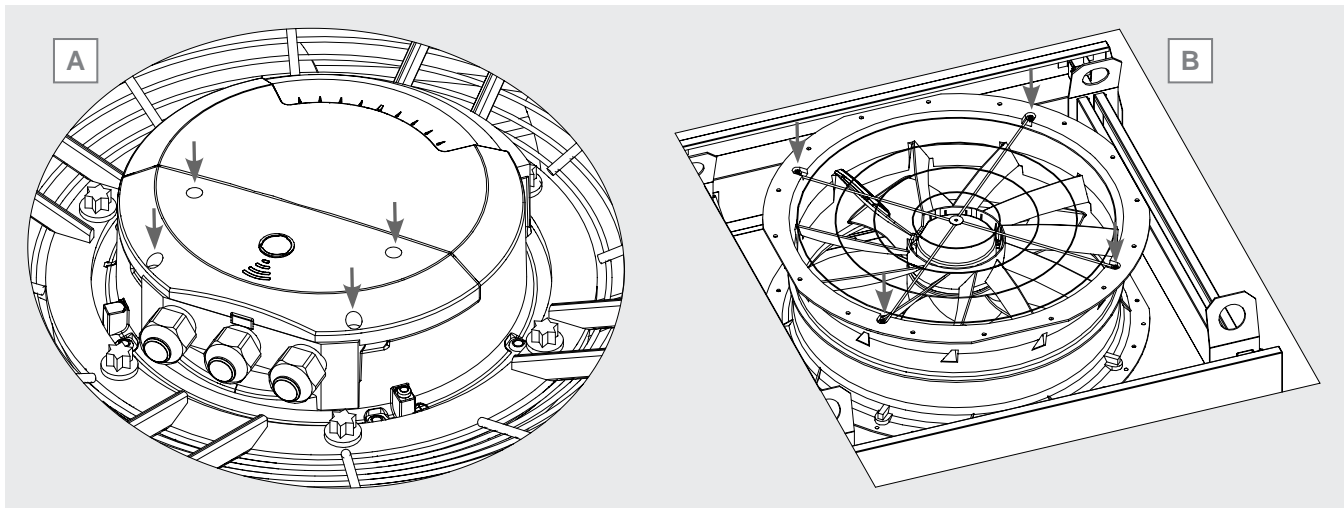

Figure 36
- Motoventilateur à fixation radiale et plane : le boîte est normalement accessible. Dévisser les vis de fixation du couvercle et le retirer. Conservez le couvercle dans un endroit approprié. La forme, les dimensions et les points de fixation du couvercle varient en fonction de la marque et du modèle de ventilateur : à titre d'exemple, voir la Figure 36 A.
- Motoventilateur avec buse intégrée : Dévissez les vis qui fixent la grille du moteur à la buse. Voir Figure 36 B. Retirez la grille et rangez-la dans un endroit approprié. Localisez le boîte du moteur. Dévissez les vis qui fixent le couvercle et retirez-le. Rangez le couvercle dans un endroit approprié. La forme, la taille et les points de fixation du couvercle varient en fonction de la marque et du modèle du ventilateur : à titre d'exemple, voir la Figure 36 A.